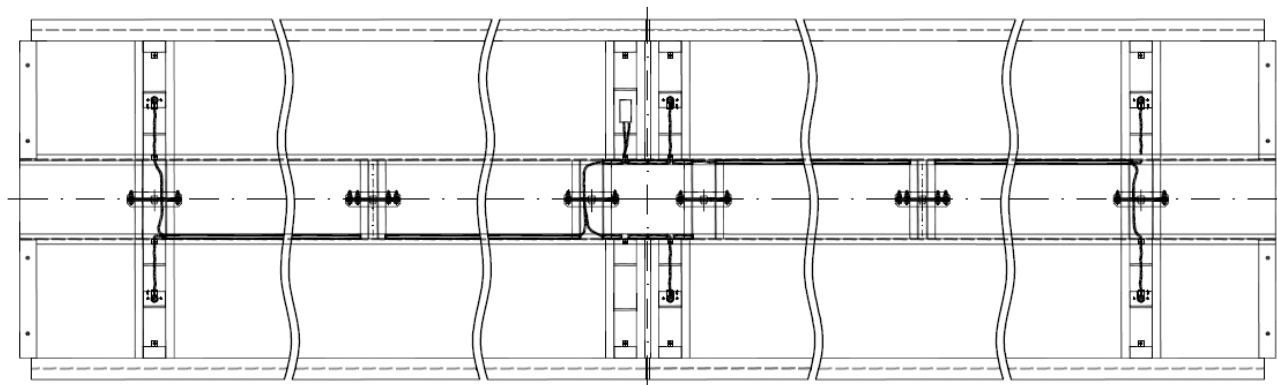

Figura 5: trasee de cabluri pe platformă
7.2. Performanța sistemului de cântărire depinde deseori de starea în care se află cablurile de legătură ale celulelor. Din punct de vedere statistic, cu toate măsurile de protecție cu care sunt echipate sistemele FLINTAB, ponderea cea mai mare a defectelor o reprezintă distrugerile parțiale ale izolației acestor cabluri datorate rozătoarelor. O protecție absolută a acestor cabluri nu este practic realizabilă, de aceea, verificarea periodică (frecventă) a stării lor este esențială. Traseele de cabluri de pe platformă sunt arătate în figura 5.